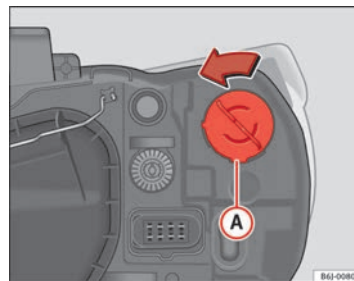

Fig. 152 Clignotant de projecteur simple
- Tournez la douille d'ampoule ⇒ fig. 152 (A) vers la gauche puis tirez.